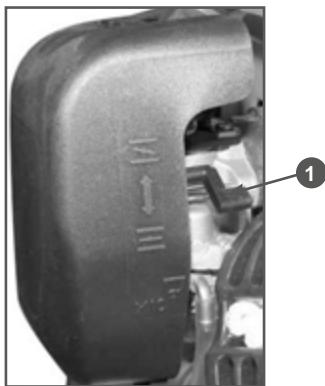

Рис. 9 Расположение воздушной заслонки
- Закройте воздушную заслонку. Для этого рычаг заслонки 1 поднимите вверх (Рис.9).